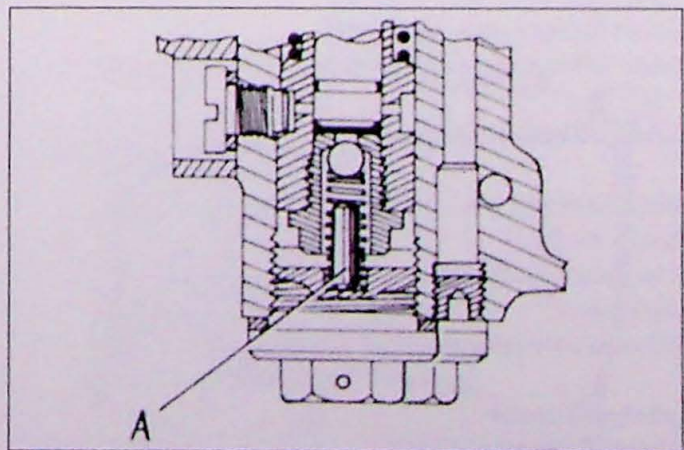

Fig. 7.21. Terugslagklep van de oliepomp. A. geleidepen
7. Monteer de overige delen in omgekeerde volgorde van de demontage. Let hierbij op het volgende: De plug en de veer voor de pompklep van de pomp zijn er in twee verschillende uitvoeringen. De plug van de vroege uitvoering mag niet gecombineerd worden met de veer van de latere uitvoering of omgekeerd. De vervanging moet paarsgewijs gebeuren. Zie hiervoor ook het onderdelenboek. Monteer de geleidepin (A, Fig. 7.21) in de veer van